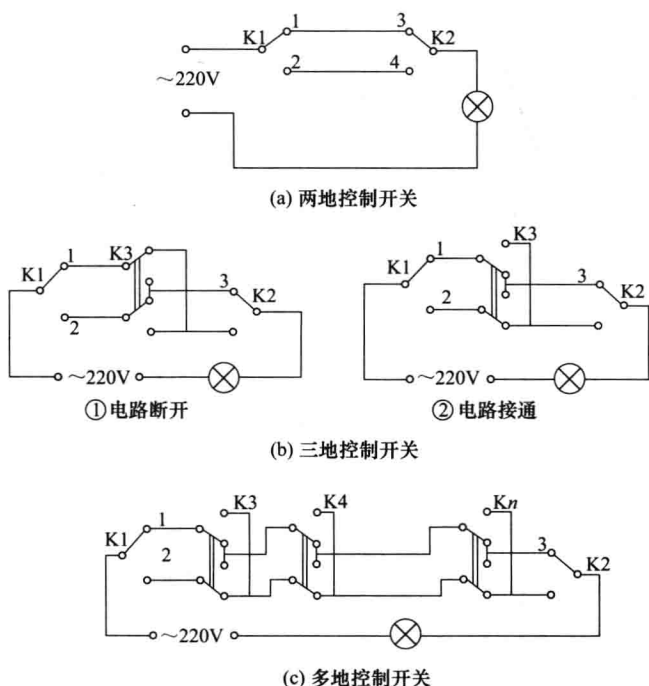

图 1-7 两个或多个开关异地控制一盏照明灯电路
两个或多个开关异地控制一盏照明灯电路,适用于楼上/楼下或在室内的不同地方控制同一盏灯,例如楼梯灯、客厅灯、交换厅过道灯,电路如图 1-7 所示。不管灯的状态是点亮或是熄灭,都可以用任何一个开关控制灯泡的开与关,即变为相反的状态。例如,在楼上/楼下把灯打开/关闭,到楼下/楼上可以把灯关闭/打开。
在图 1-7 (a) 中,当 K1 置于位置“1”,K2 搬置于位置“3”
在图 1-7 (b) 中，在开关 K1 和 K2 之间接入了双刀双掷开关 K3，就可以实现三地控制同一盏灯。K1、K2、K3 处于图①位置时，电路是断开的，此时无论扳动 K1、K2 哪一个开关都可以使电路接通，电灯点亮。K1、K2、K3 处于图②位置时，电路是接通的，此时无论扳动 K1、K2 哪一个开关都可以使电路断开，电灯熄灭。
在图 1-7 (c) 中，根据实际需要可在开关 K1 和 K2 之间接入多个双刀双掷开关，达到多地控制同一盏灯的目的。